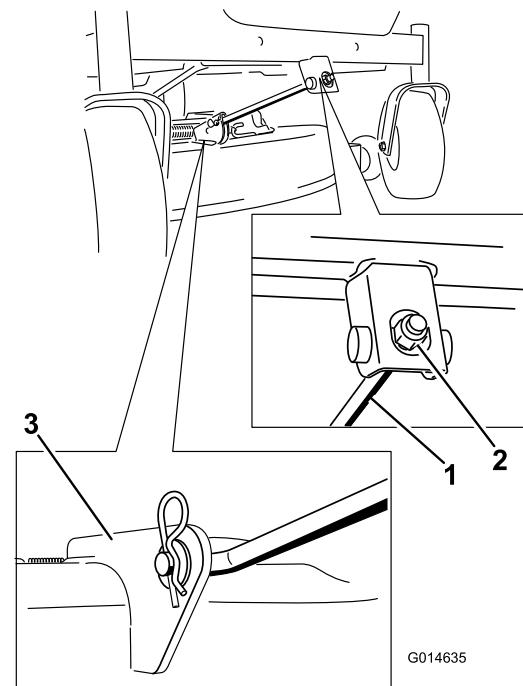

Figura 74
5. Remova o contrapino do gancho da barra de suporte da frente e remova a barra do suporte da plataforma (Figura 74).
6. Coloque a barra de suporte frontal na plataforma do cortador com o pino de segurança e contrapino do gancho (Figura 74).